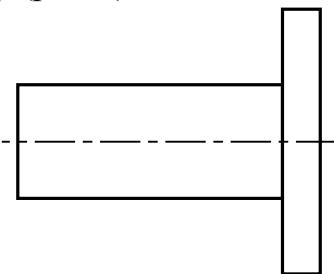

Рис.2
- а) приварить к фланцам прямолинейные участки таким образом, чтобы ось прямолинейного участка была перпендикулярна плоскости фланца, прилегающей к ППР (рис.2);